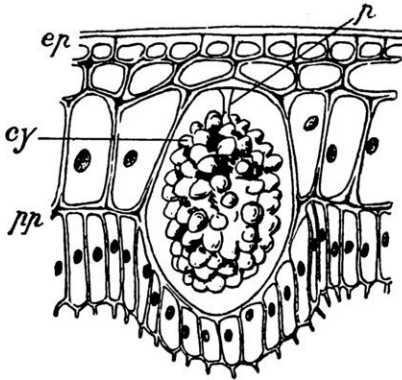

FIG. 14. — UN STATOCYSTE VÉGÉTAL.
(1) Chez les végétaux eux-mêmes, Haberlandt a décrit des statocystes intracellulaires qui joueraient un rôle essentiel dans la réaction géotropique positive ou négative vis-à-vis de la direction de la pesanteur (fig. 14).